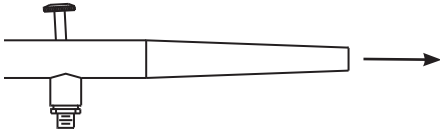

Figura 19
1. Remueva la cubierta del conjunto de aguja de la brocha neumática. Ver la Figura 19.